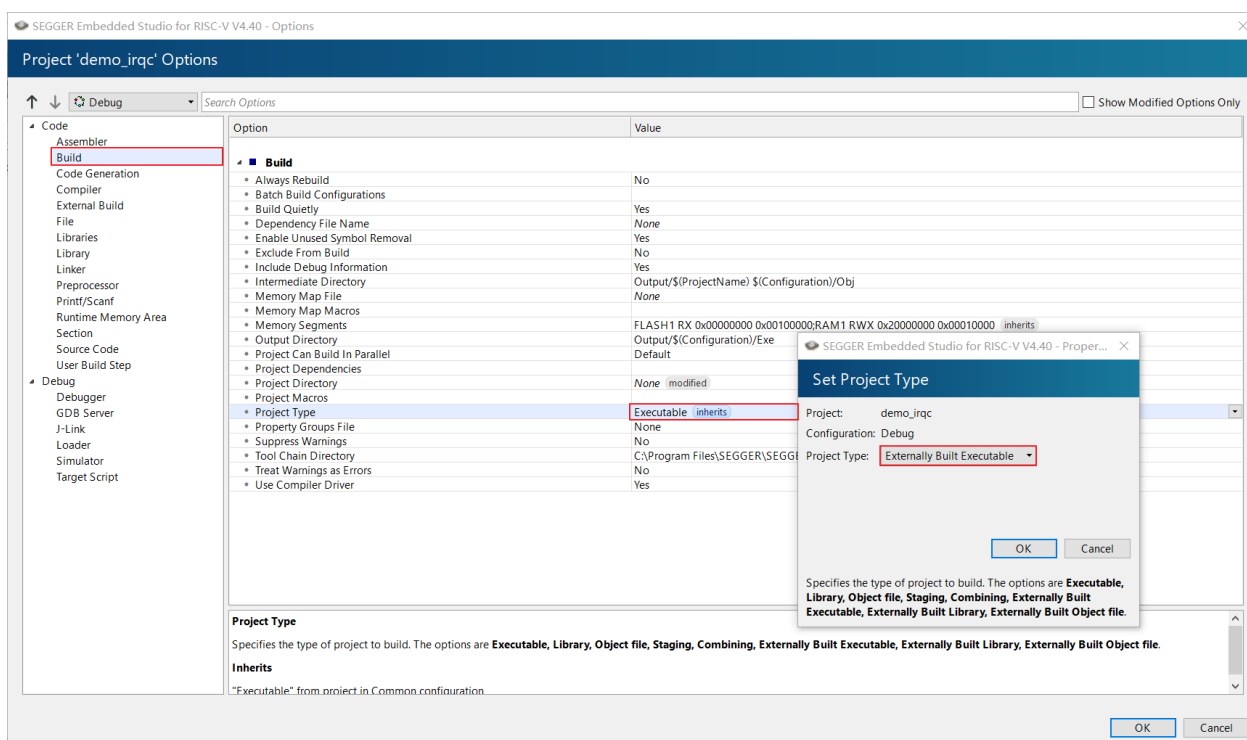

图 2-14 修改工程类型
- 在 Build 栏目下修改 Project Type 为 Externally Built Executable，如图 2-14，点击弹窗的 OK 按钮保存设置。